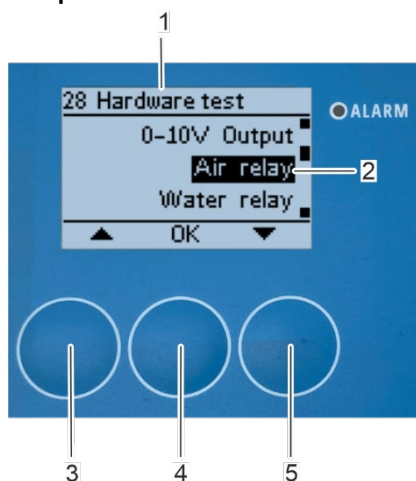

Figura 144: Abrir el submenú «Relé de aire»
⇒ El submenú «28 Prueba de hardware» (Figura 144/1) volverá a aparecer en la pantalla y el rotor se irá ralentizando hasta detenerse por completo.
1. Seleccione el submenú «Relé de aire» (Figura 144/2) mediante los botones de flecha [arriba] (Figura 144/3) y [abajo] (Figura 144/5).
2. Confirme la selección pulsando [Aceptar] (Figura 144/4).